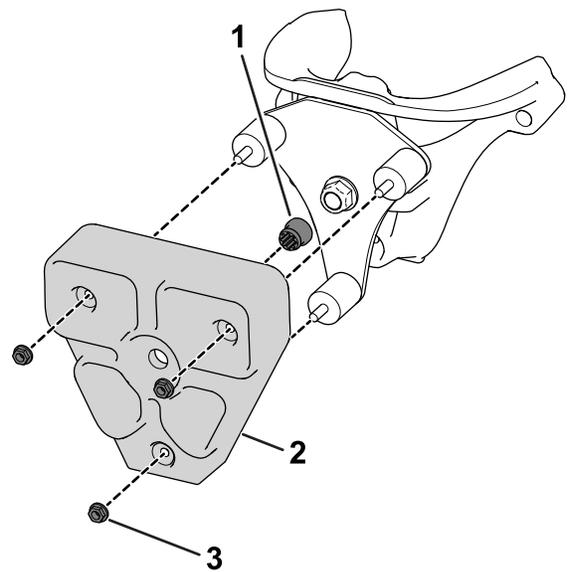

Figura 6
- Inserite un gommino nella zavorra TMD (**Figura 6**).
- Utilizzate 3 supporti dell'ammortizzatore in gomma e 3 dadi ($\frac{5}{16}$ ") per fissare la zavorra TMD alla piastra di supporto (**Figura 6**).